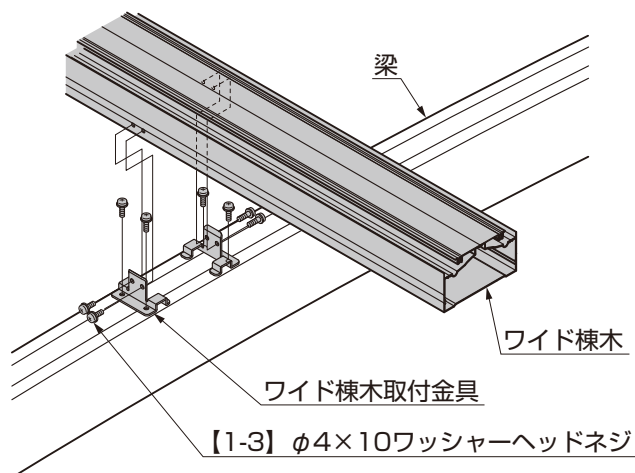

図3-2
②梁の中央部にワイド棟木取付金具を【1-3】で取付けて、ワイド棟木を【1-3】で固定してください。(図3-2参照)